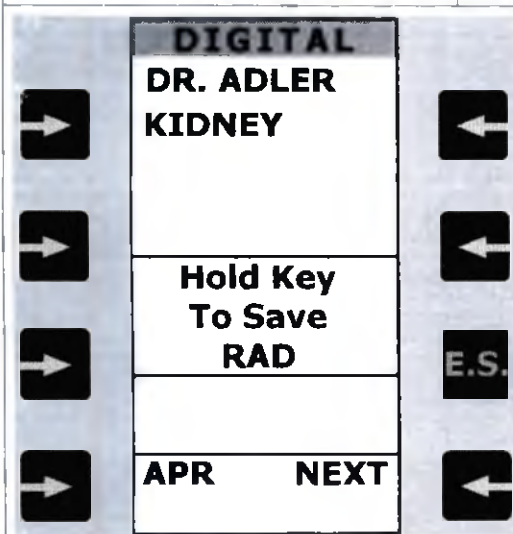

Рисунок 33 – сохранение RAD исследования.
- Или **постоянно**, для обновления диаграмм методик путем сохранения нового исследования в базу данных APR для последующего использования (Рис. 33).